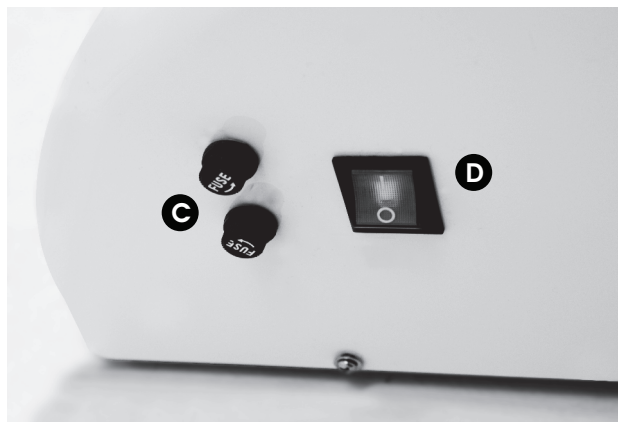

Fig. 12
- C Porta Fusíveis e Fusíveis** - Compartimento que abriga os fusíveis, dispositivos de segurança que têm por finalidade proteger as instalações elétricas contra excessos de corrente elétrica (Fig.12). Consulte *Dispositivos de Segurança* (Pág.23);